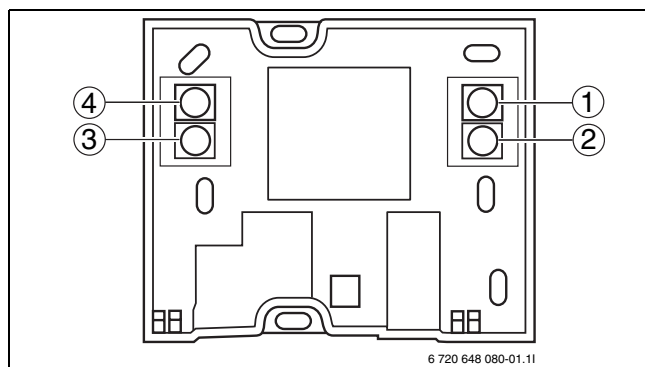
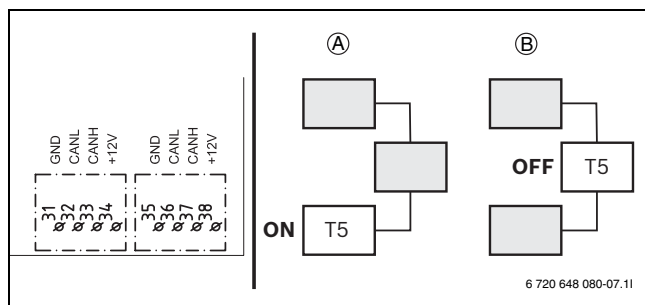

Bild 50 Aansluitingen
Bild 52 Afsluiting CANbus LCD
- ▶ Controleer of de vier kabels volgens (Afbeelding 50) zijn aangesloten op contacten.
- ▶ Sluit de kamersensor zorgvuldig op de juiste wijze aan zodat +12V, CANH, CANL en GND volgens (Afbeelding 50) worden aangesloten op de corresponderende aansluitingen ([31-34] of [35-38]) op de printplaat (Afbeelding 52). Zie het bedradingsschema. Externe aansluitingen in het installatiehandboek van de verwarmingspomp. Zie het installatiehandboek van de verwarmingspomp voor een beschrijving van kamersensor CANbus LCD.